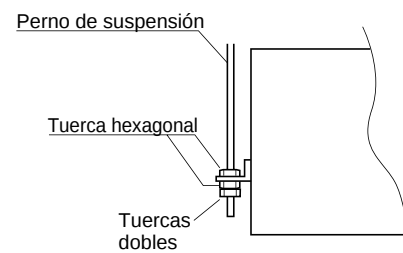

Fig. 3-80
- (3) Enrosque las 3 tuercas hexagonales y las 2 arandelas (adquiridas en el sitio) en cada uno de los 4 pernos de suspensión como se muestra en el diagrama. Emplee 1 tuerca y 1 arandela para el lado superior y 2 tuercas y 1 arandela para el lado inferior, de modo que la unidad no se caiga de los salientes de suspensión. (Fig. 3-80)